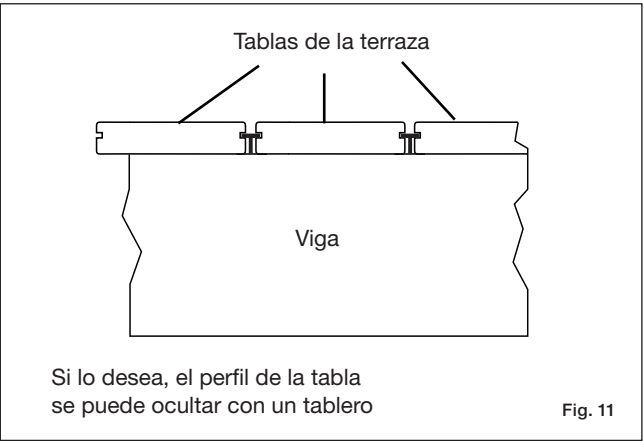

Fig. 11
Paso 2 Utilice dos sujetadores por tabla de la terraza en cada viga. Para las terrazas en la que dos tablas se encuentran extremo con extremo sobre una viga, deben usarse bloques adicionales para brindar un apoyo apropiado al extremo de la tabla (fig. 11). Siempre perfore previamente un agujero guía al realizar la fijación a menos de 3.8 cm (1-1/2 pulg.) de los extremos de las tablas, ya sea mediante tornillos para material compuesto o madera. No apriete demasiado los tornillos en los extremos de la tabla.